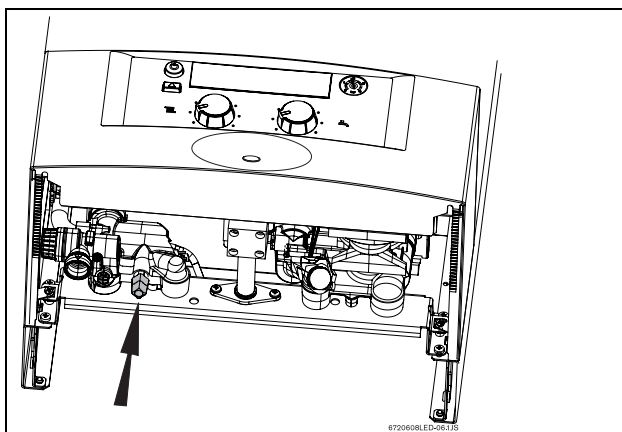

Fig. 11 Rubinetto di riempimento (circuito riscaldamento)
- ▶ Aprire la valvola di chiusura acqua fredda e riempire il circuito acqua calda (pressione di prova: massimo 10 bar) (Fig. 11).